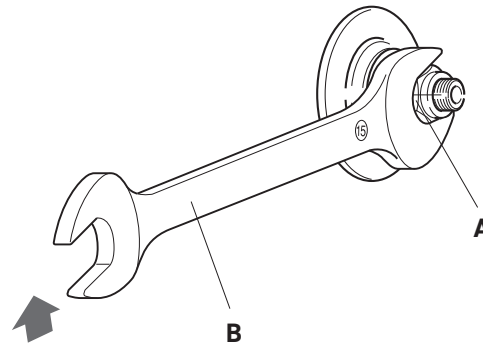

Abb. 20
- Blockieren Sie das Laufrad mit der Mutter (A - Abb. 20) unter Verwendung eines 15 mm-Maulschlüssels (B - Abb. 20) und halten Sie mit einem anderen 15 mm-Maulschlüssel an der Mutter der entgegengesetzten Seite gegen, damit die Achse sich nicht dreht.